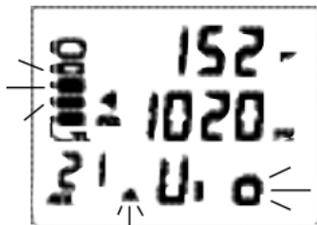

Fig. 85 - PRINCIPAL VIOLACIÓN PROFUNDÍMETRO
**PANTALLA PRINCIPAL DEL MODO PROFUNDÍMETRO CON VIOLACIÓN;** ésta es la información mostrada (Fig. 85):